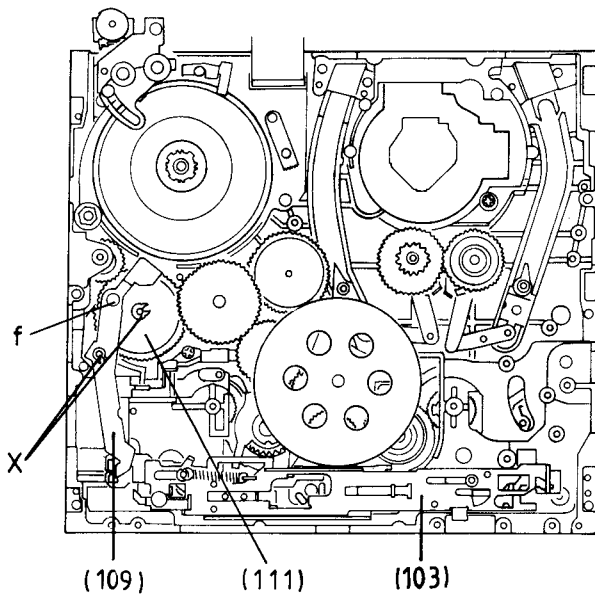

Fig. 55
- Steuerhebel (109) so einbauen, daß dessen Steuerbolzen "f" in die Steuerkurve des Kurvenrades (111) und der Abbug in die Aussparung des Hauptsteuerschiebers (103) eingreift (Fig. 55).
- Fit the Control Lever (109) so that the Drive Bolt "f" engages with the cam curve of the Cam Gear (111) and the bent part with the gap in the main control lever (103), Fig. 55.